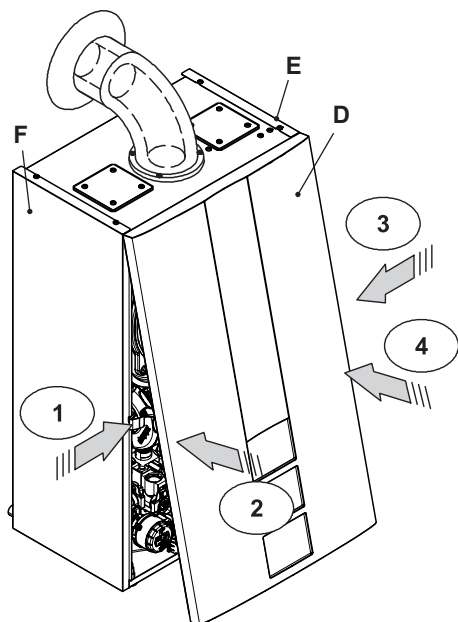

Figura 9.8
- Presione el muelle hacia adentro y al mismo tiempo empuje el panel frontal D hasta que se enganche completamente (Figura 9.8) secuencia 1-2.
- Repita los mismos pasos en el lado opuesto del panel frontal D, (Figura 9.8) secuencia 3-4.